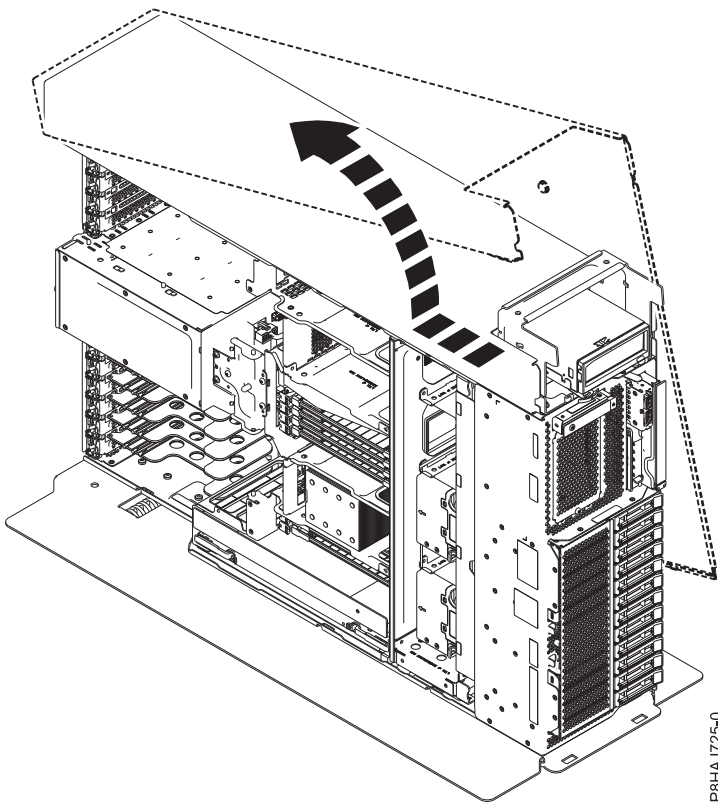

Figura 20. Extracción de la cubierta lateral del sistema 8286-41A
5. Deslice la cubierta lateral sacándola del sistema en la dirección que se muestra en la Figura 20.